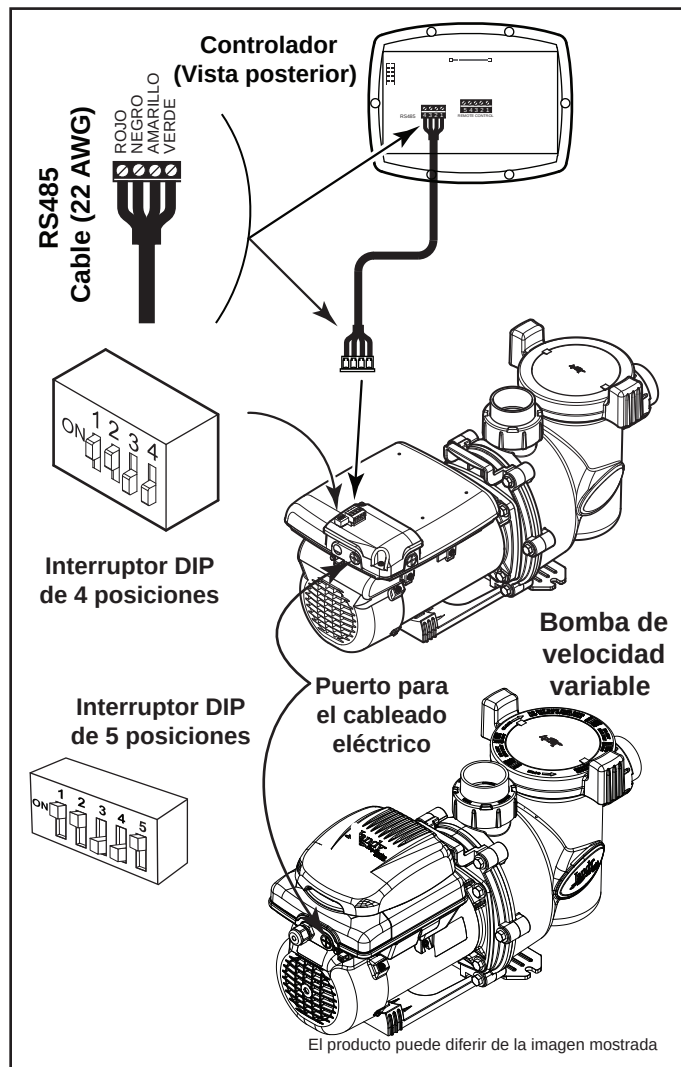

Figura 9. Cableado del controlador de velocidad variable (JEP-R)
4. Inserte los cuatro (4) cables del cable RS-485 al conector RS-485. Haga coincidir los colores de los cables con las posiciones del conector de la siguiente manera: 1- rojo, 2- negro, 3- amarillo y 4- verde. Véase Figura 9.
6. Para la VS-FHP2.0, deslice los interruptores DIP 1 y 2 hacia arriba, quedando en la posición “ON” (encendido) y los interruptores 3 y 4 hacia abajo, quedando en la posición “OFF” (apagado). Véase Figura 9.